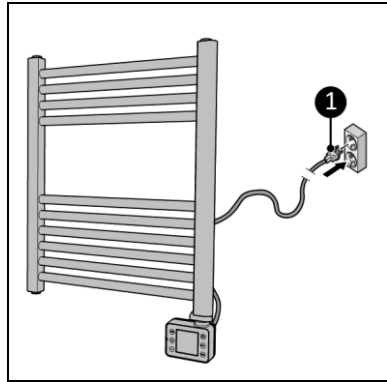

Abbildung 11
2. Stecken Sie den Netzstecker (Abbildung 11, Pos. 1) in eine leicht zugängliche geerdete Steckdose. Verwenden Sie eine Steckdose mit einer Mindestleistung von 1000 Watt.